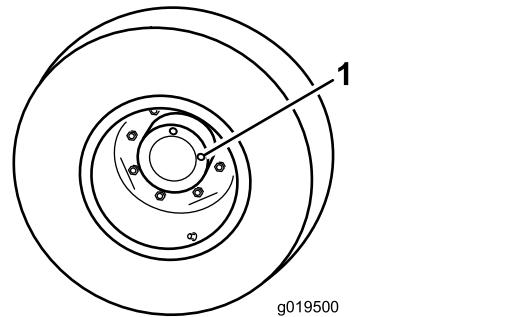

Figure 85
1. Amenez la machine sur une surface plane et horizontale, tournez la roue de sorte qu'un bouchon de contrôle (Figure 85) soit à la position 12 heures et l'autre à la position 3 heures.
2. Retirez le bouchon qui est à la position 3 heures (Figure 85). Le niveau d'huile doit atteindre le bas de l'orifice de contrôle.